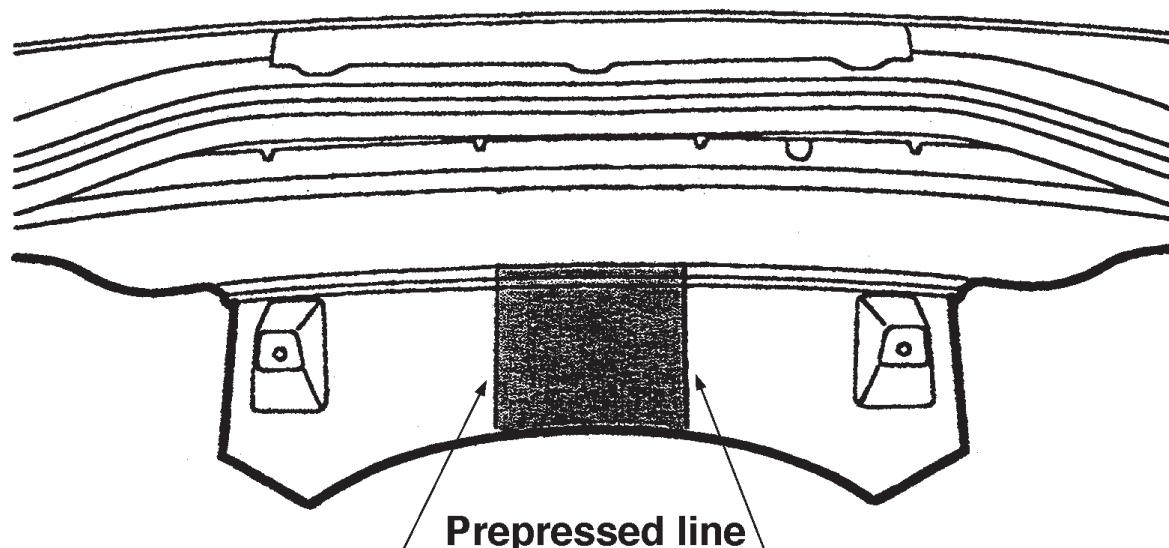

Fig.1
5. Saw a section out of the middle of the bumper as shown in fig. 1
5. Auf der Unterseite der Stoßstange einen Teil aus der Mitte gemäß Abbildung 1 herausschneiden.
5. Scier au centre de la partie inférieure du pare-chocs une partie corrépondant à la figure 1.
5. Sav en del ud af kofangeren midt på undersiden jf. fig. 1.